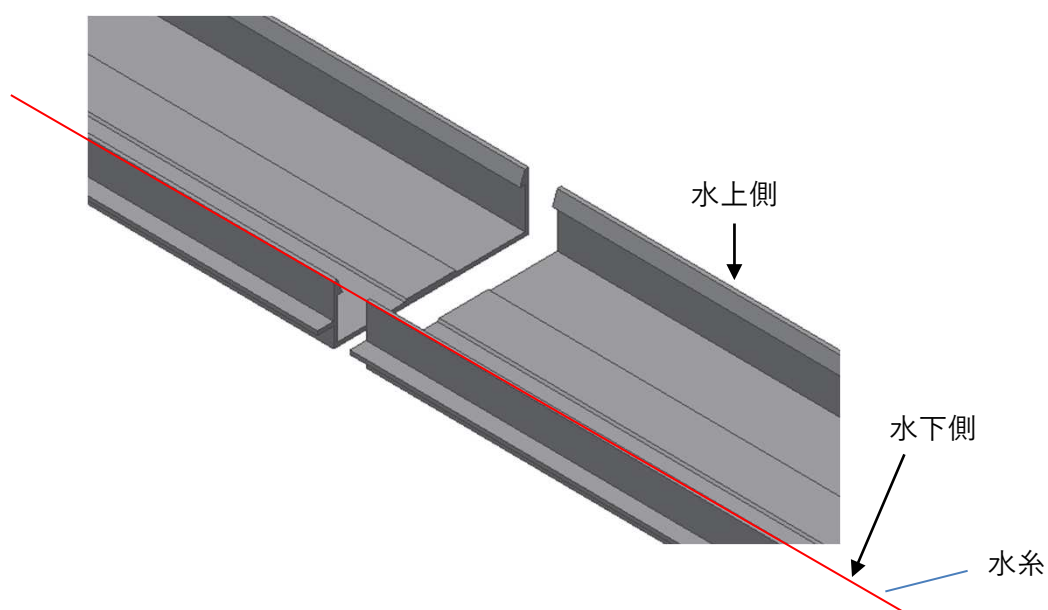

図2-1
- ・水糸はホルダーの水下側に張って水平と高さを確認してください。(図2-1参照)